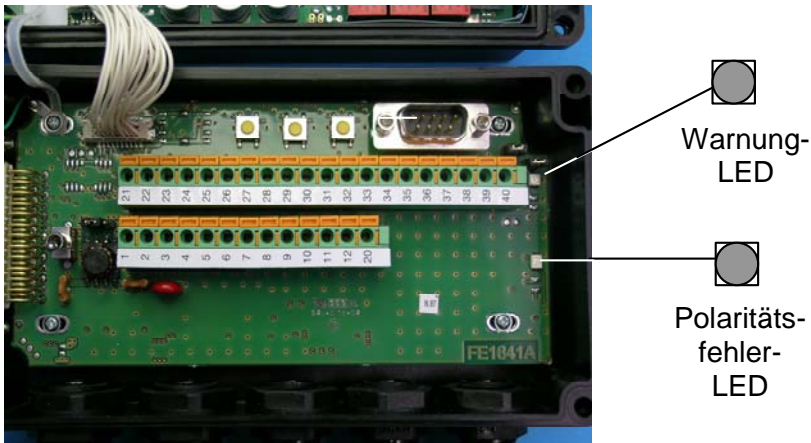

Abbildung 17 – Warnung-LED
*Die Warnung -LED der C-BOX 300 (Abbildung 17) verlischt nach Beendigung der gewählten Funktion.*